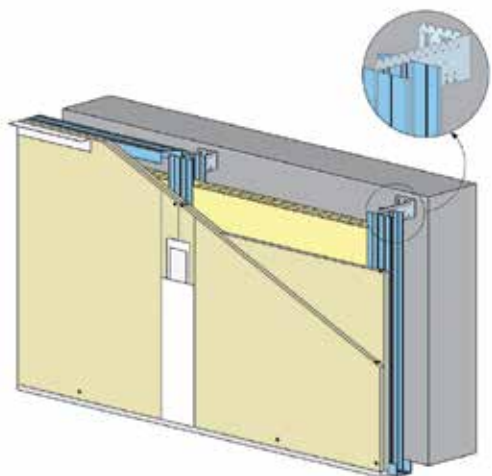

Fig. 2 : Pattes de fixation standard équerre 120 / 60
- fixation de manière appropriée des rails ou des cornières hauts et bas au plafond et au sol (fig. 2, 3 et 4)